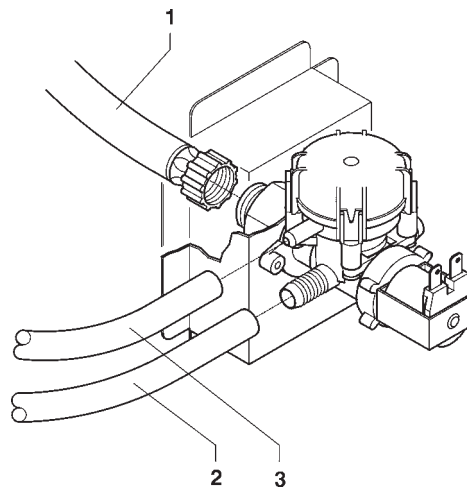

Fig. 18
Far fuoriuscire acqua dalla rete idrica finché la stessa non si presenti limpida ed esente da tracce di sporco. Collegare mediante un tubo adatto a sopportare la pressione di rete e di tipo idoneo per alimenti (diametro interno minimo di 6 mm.) la rete idrica al raccordo 3/4" gas della elettrovalvola di entrata acqua (vedi fig. 18).
L'elettrovalvola di entrata acqua (vedi fig. 18) è dotata di un dispositivo antiallagamento che blocca meccanicamente l'entrata dell'acqua in seguito ad una disfunzione dell'elettrovalvola stessa o del meccanismo di controllo del livello dell'acqua in caldaia.
- allentare il raccordo che fissa il tubo di alimentazione dell'elettrovalvola per scaricare la pressione di rete residua e stringerlo nuovamente (vedi fig. 18);